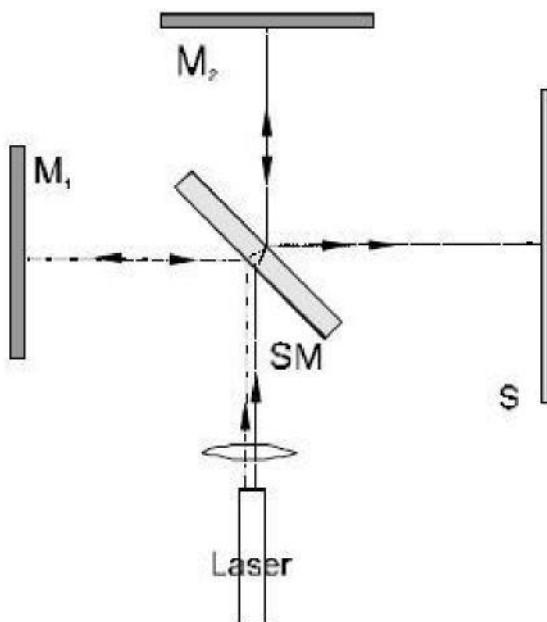

Fig. 2 Appareillage expérimental : interféromètre de Michelson (M₁, M₂ = miroir, SM = miroir semi-transparent, S = écran en verre mat)
- Placez le laser approximativement au milieu du côté longitudinal du tableau (Fig. 2), puis alignez le rayon laser parallèlement à la plaque de montage (voir remarques).
- Placez le miroir semi-transparent entre le laser et le miroir M₂ (voir Fig. 2). L'angle compris entre le miroir semi-transparent et l'axe du rayon laser devrait se rapprocher aussi exactement que possible d'une valeur de 45 degrés.
- Montez l'écran en verre mat, conformément à la Fig. 2. Veillez à ce que le rayon laser tombe au milieu de cet écran.
Lors d'un montage conforme à la Fig. 2, il est important que les ondes sphériques se superposent ne formant qu'un petit angle. Les structures d'interférence sont alors visibles sur la surface I (voir Fig. 3a). Si cet angle est trop grand (Fig. 3b), il n'est pas possible d'observer les interférences. C'est pourquoi il est important d'aligner le rayon laser afin qu'il chemine parallèlement à la plaque de montage et qu'il continue à cheminer parallèlement après sa réflexion sur les miroirs M₁ et M₂.